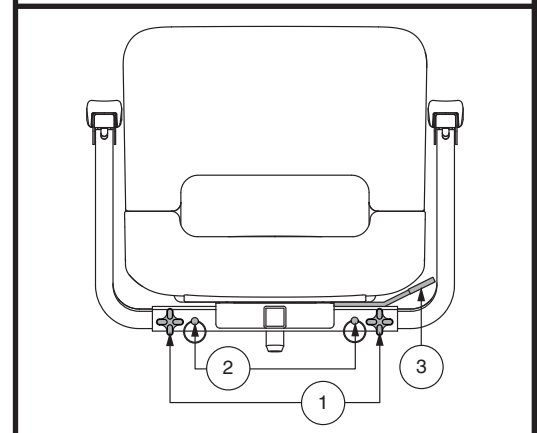

Figure 24. Réglage du siège
Le levier de rotation est situé sur le côté droit de la base du siège et le bloque dans plusieurs positions. **Voir la figure 24.**
1. Desserrez les boutons de réglage. **Voir la figure 24.**